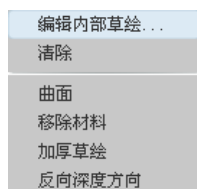

图 5.9.19 快捷菜单
Step1. 在操控板中单击 **放置** 按钮, 然后在弹出的界面中单击 **编辑...** 按钮 (或者在绘图区中右击, 从弹出的快捷菜单中选择 **编辑内部草绘...** 命令, 如图 5.9.19 所示)。